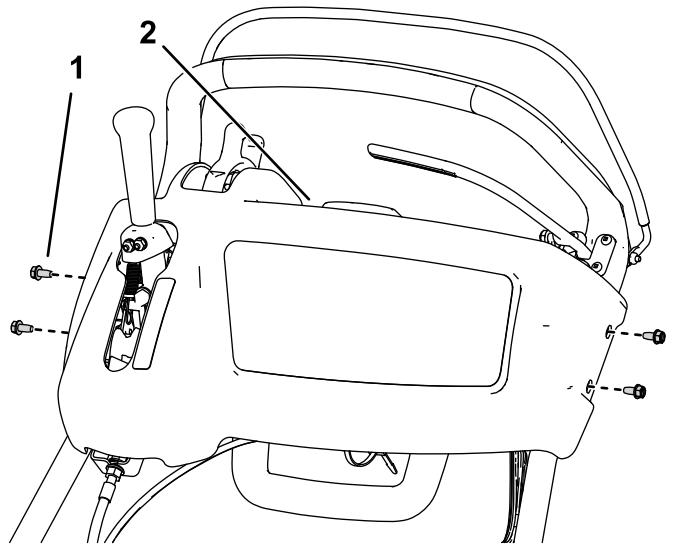

図2
1. コンソールカバーを固定しているボルト4本を外してパネルを外す図2。